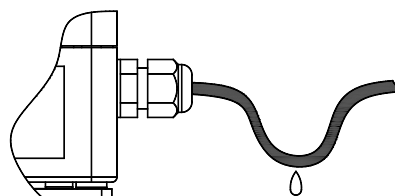

Рисунок 8.10
8.6.12 Для предотвращения скапливания конденсата непосредственно перед герметичным вводом и попадания внутри ПМ влаги рекомендуется сделать небольшой прогиб кабеля (см. рисунок 8.10).